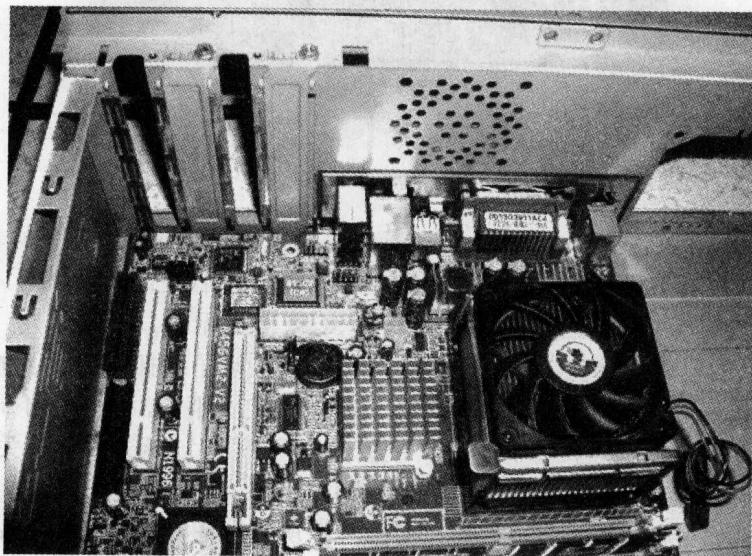

图 1-14 安装主板
(1) 主板的安装。
- ① 将机箱或主板附带的螺柱和塑料钉旋入主板和机箱的对应位置。
- ② 将机箱上的 I/O 接口密封片撬掉。提示：可根据主板接口情况，将机箱后相应位置的挡板去掉。这些挡板与机箱直接连在一起，需先用螺丝刀将其顶开，再用尖嘴钳扳下。外加插卡位置的挡板可根据需要决定，不需将所有挡板全部取下。
- ③ 将主板对准 I/O 接口放入机箱，如图 1-14 所示。